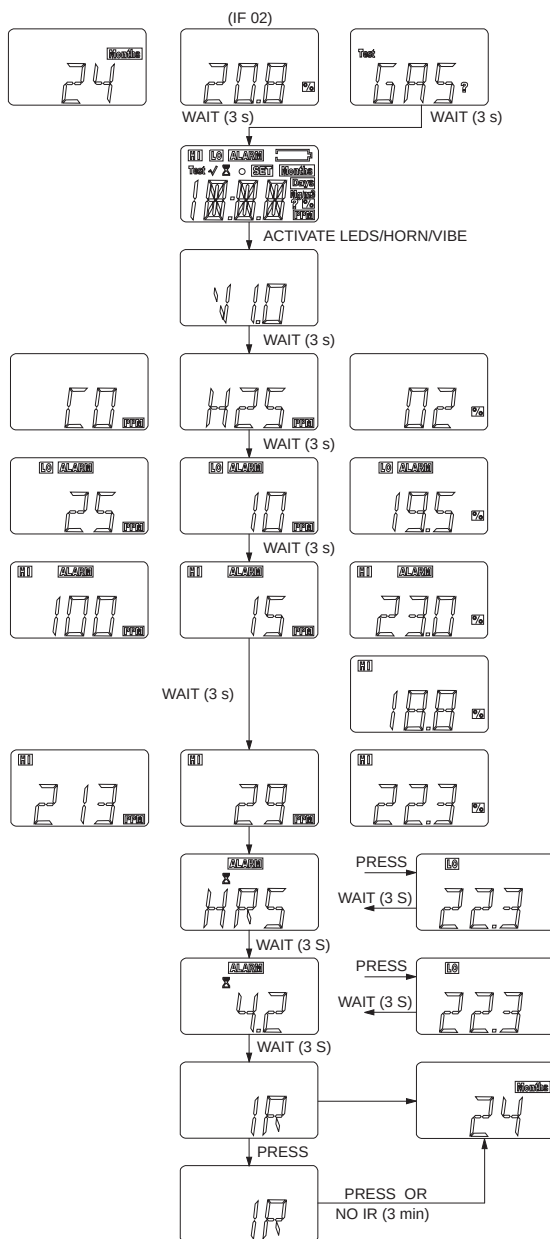

Bild 5 Abruf von Geräteinformationen
- (1) Durch Drücken der Taste [TEST] können die gespeicherten Gerätedaten abgerufen werden (→ Bild 5).